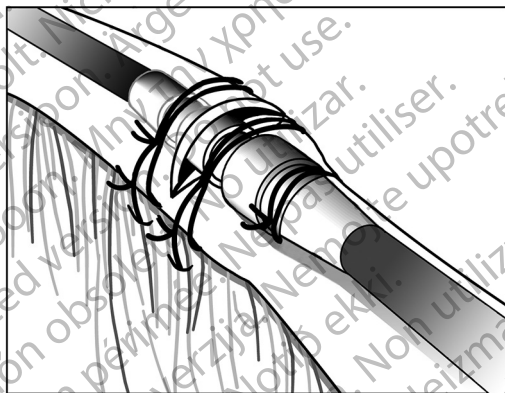

Figure 10. Exemple de manchon de suture, technique d'incision veineuse
3. En utilisant le même sillon, fixer la sonde et la veine sur le fascia adjacent (Figure 10 Exemple de manchon de suture, technique d'incision veineuse en page 29).